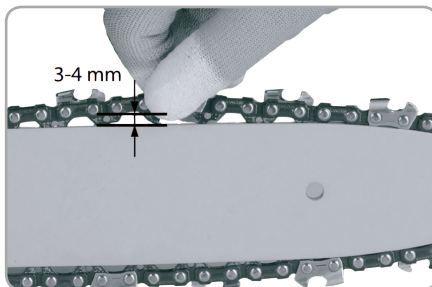

Fig.3
- Lanțul este tensionat corect atunci când este posibilă ridicarea acestuia de pe șina de ghidare și înălțimea acestuia în poziție orizontală la mijlocul șinei de ghidare este de 3 până la 4 mm (Fig.3).